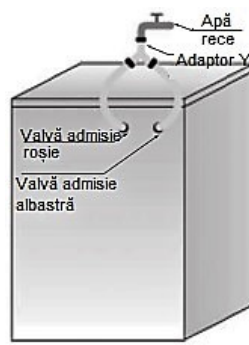

Fig. 2
**Dacă doriți să conectați mașina doar la alimentarea cu apă rece, urmați instrucțiunile de mai jos (Fig. 2)**